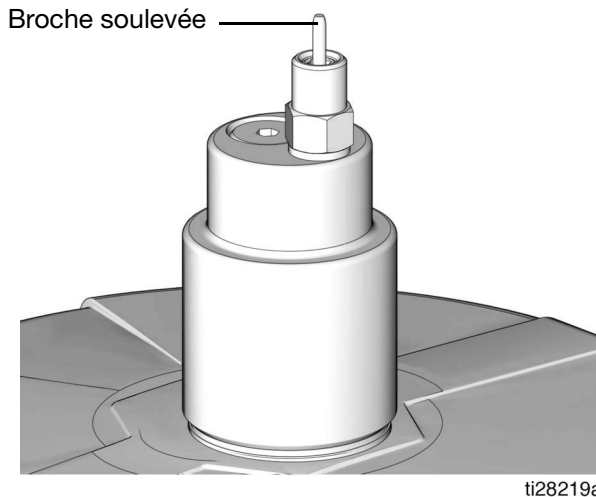

Fig. 18
3. Déposer le couvercle anti-poussière jaune du manchon de raccordement de remplissage (M).
4. Raccorder le flexible d'alimentation (J) entre la pompe déportée de la station de remplissage (F) et le port du manchon de raccordement de remplissage marqué d'un « I ».
5. Démarrer la pompe de la station de remplissage déportée (F).
6. Lorsque le réservoir G5 (D) est rempli :
- la pompe de la station de remplissage déportée (AA) cale (se bloque),
- la vanne du mécanisme d'arrêt du remplissage automatique ressort (FIG. 18),
- la valeur indiquée par le manomètre (R) monte jusqu'à la pression de consigne de la pompe de remplissage.
2. Brancher le flexible d'alimentation (J) au débranchement rapide (V).
3. Démarrer la pompe de la station de remplissage déportée (F) et remplir le réservoir de la G5 (D) jusqu'à ce que la broche sur la vanne du mécanisme d'arrêt du remplissage automatique soit poussée vers le haut (voir FIG. 18). La pression augmente dans la pompe de remplissage (F) et celle-ci cale.
4. Couper l'arrivée d'air (H) vers la pompe de remplissage (F).
6. Débrancher le flexible d'alimentation (J) du débranchement rapide (V).